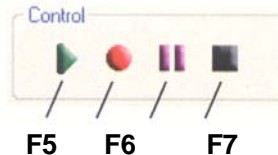

図 27: ショートカットキー
5. ショートカットキー (図 27): ショートカットキーは以下の通りです。